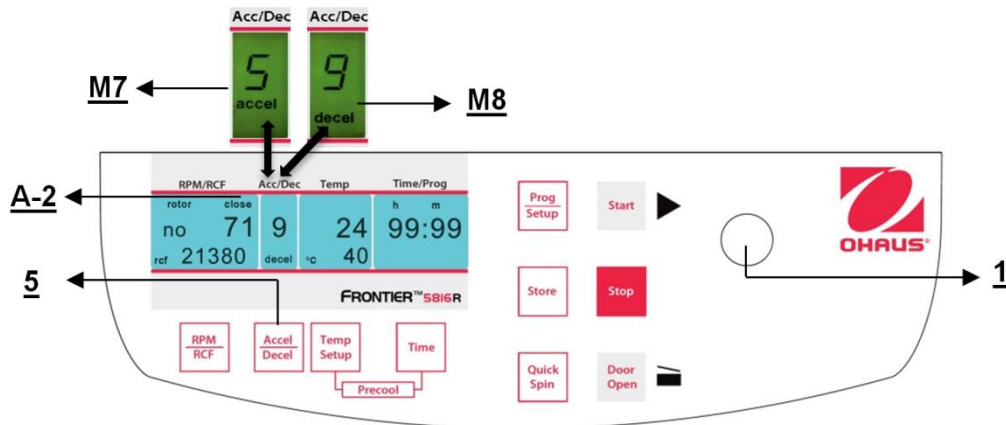

Figure. 18
Cette fonction est activée avec la touche "**Accel/Decel**" (5) (voir la figure 18).